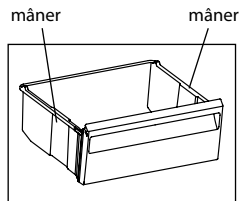

Figura 8
**3.2.1** Coșurile SC au un mâner pe panoul frontal pentru încărcarea și descărcarea ușoară a produselor, precum și mâner pe suprafețele laterale (cu excepția coșului inferior) pentru deplasarea în afara frigiderului, în conformitate cu figura 8.